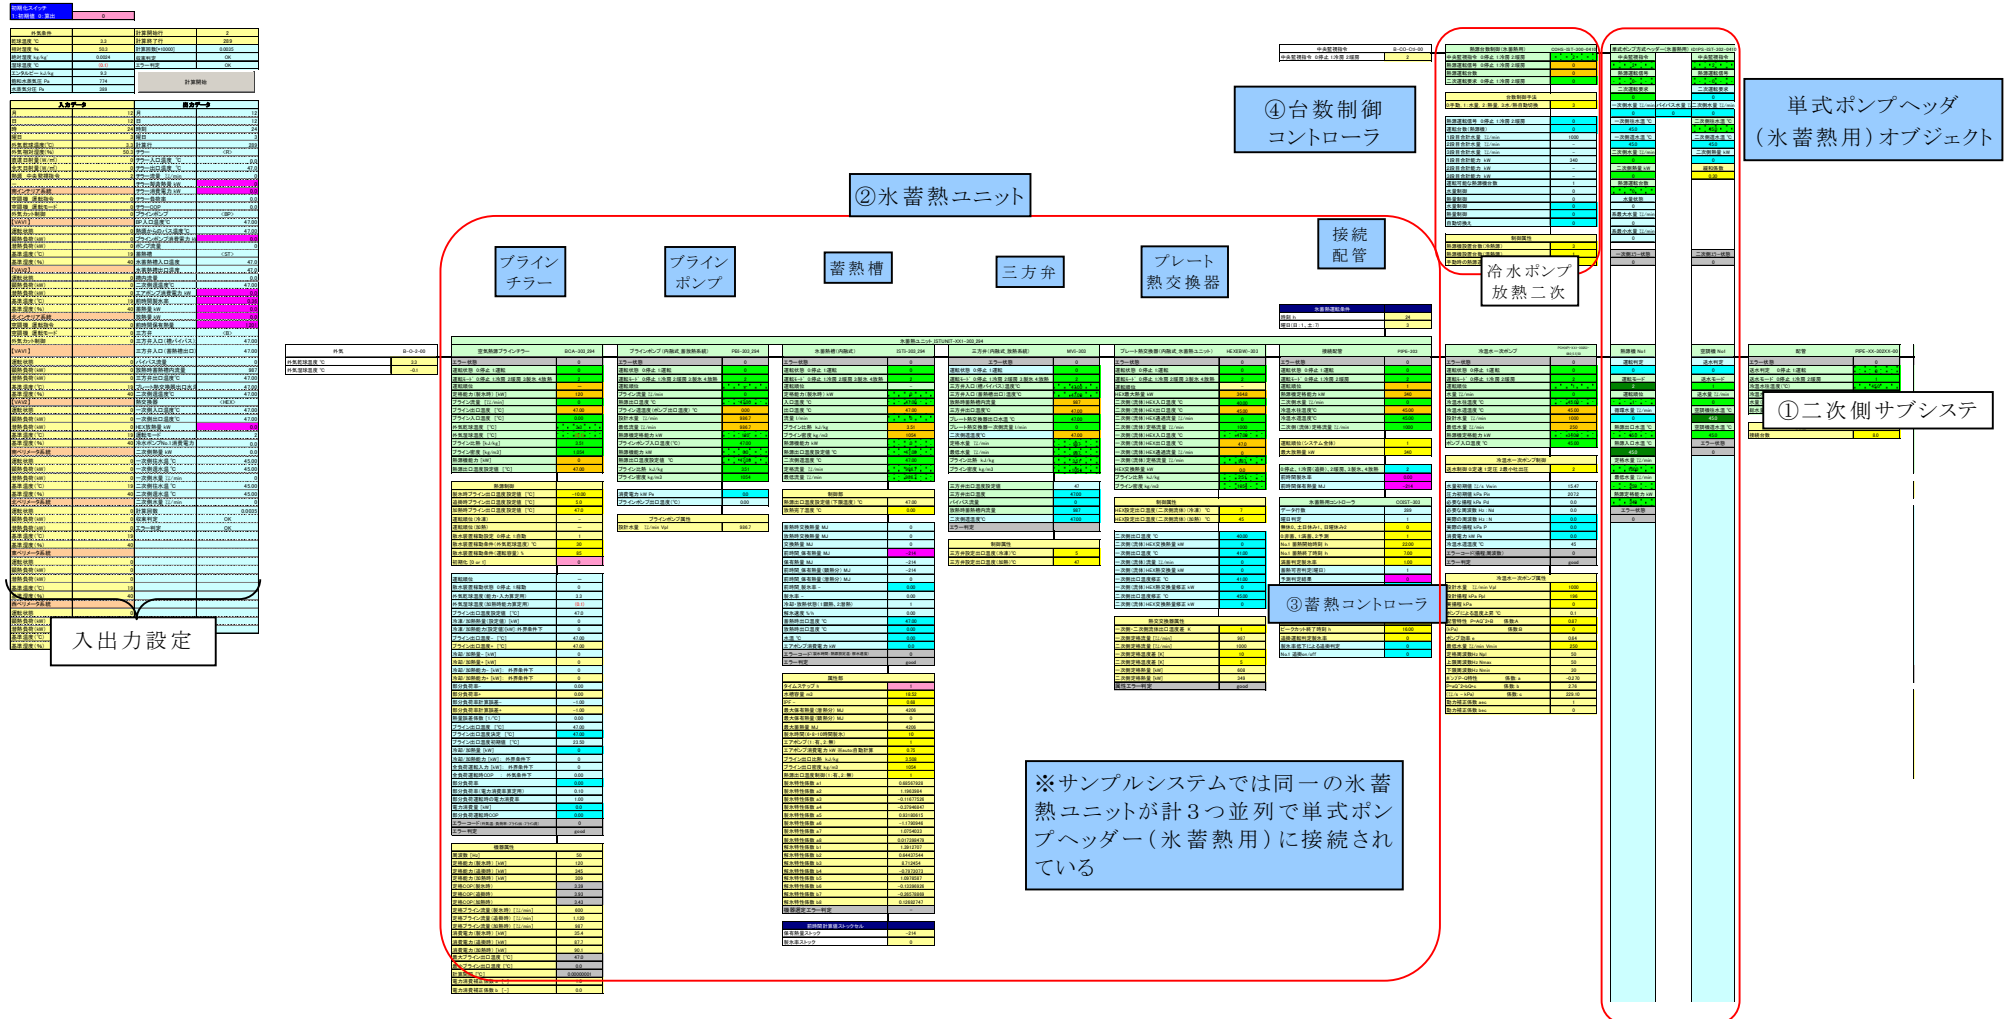

図 6.6 構築シートの全体構成
② モデル化の手順
(2)二次側サブシステムの構築(図 6.6 の①)
(3)氷蓄熱ユニットシステムの構築(図 6.6 の②)
(4)ユニットの運転優先順位、最大放熱量、運転スケジュールの設定(図 6.6 の③)
(5)制御部、属性部の設定(図 6.6 の②)